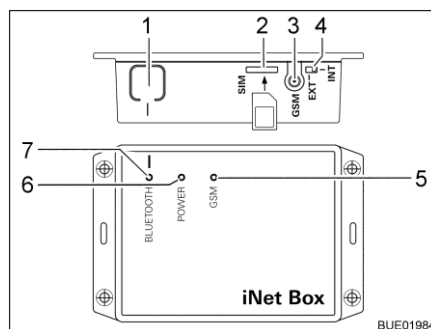

Fig. 176 Truma iNet-Box
- Pulsar la tecla BLUETOOTH (Fig. 176,1) en la iNet-Box por 1 segundo. La Truma iNet-Box estará visible por aprox. 2 minutos en el terminal móvil (nombre: "Truma iNet-Box"). Durante este intervalo, el LED BLUETOOTH azul (Fig. 176,7) estará parpadeando.
- Insertar la tarjeta mini SIM con número de teléfono propio y suficiente crédito cuidadosamente en la ranura (Fig. 176,2) de la Truma iNet-Box del modo mostrado hasta que engatille. El LED GSM rojo (Fig. 176,5) deberá parpadear de manera permanente. Si el LED rojo se apaga después de 20 segundos: Controlar la tarjeta mini SIM.